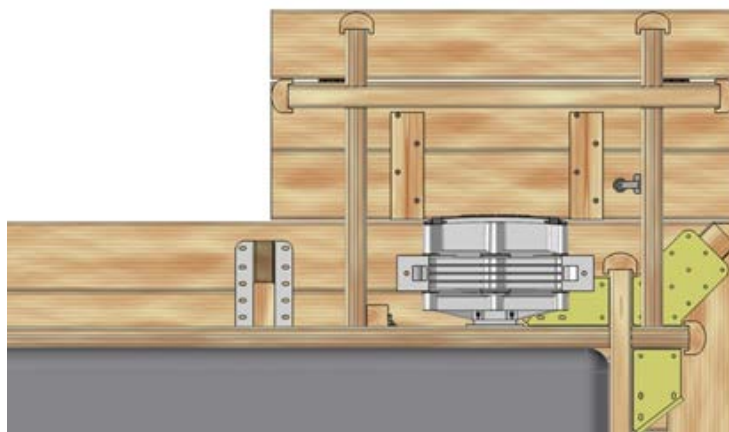

Figure 61 – Vue du dessous – Position du coffre
Posez au sol contre le bassin aux endroits précis où elles doivent se positionner (*Figure 61*) les deux lames de 626cm(1) qui constituent les largeurs du coffre, puis emboîtez aux angles la lame de 905 cm (3) qui constitue la longueur. Montez les rangs suivants en vérifiant régulièrement l'équerrage des angles et le niveau des parois. Veillez à ce que les lames soient complètement emboîtées les unes dans les autres. Finir par les lames 2 et 5.